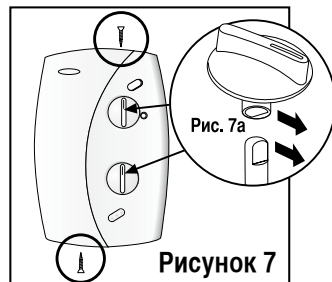

Рисунок 7
Не подключайте электропитание, пока не закрепили переднюю панель(См. Рис. 7).
2. Закройте панель и закрепите ее с помощью двух винтов (Рис. 7).